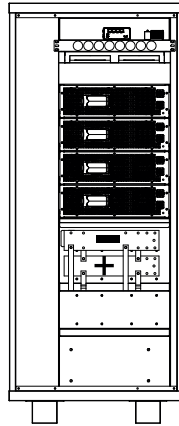

Fig. 5.11
6. All'interno del rack sono disponibili i cavi di potenza DC (A, Fig. 5.11) identificati da cavo nero (negativo) e cavo arancione (positivo) da collegare al BMS zeroCO2 - BESS 125K. I terminali occhiello (B, Fig. 5.11) sono connessi di fabbrica ai sezionatori.